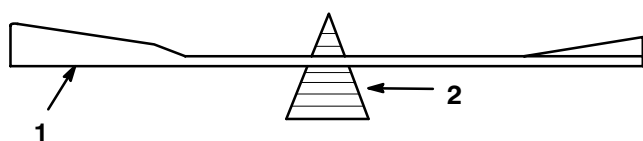

Figure 33
2. Vérifiez l'équilibre de la lame en la plaçant sur un équilibreur (Fig. 33). Si la lame reste horizontale, elle est équilibrée et peut être utilisée. Si la lame est déséquilibrée, limez un peu le dos de la lame. Vérifiez de nouveau et répétez la procédure jusqu'à ce que la lame soit équilibrée.